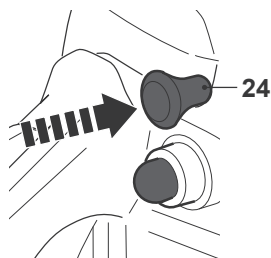

Fig. 25a
- > Repousser le levier de starter [24] vers l'avant (Fig. 25a).